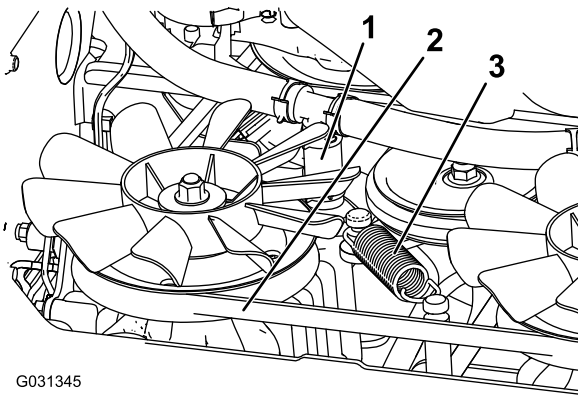

Figuur 80
3. Zoek de aftappluggen onderaan de transmissie en plaats een opvangbak onder de plug (Figuur 80).